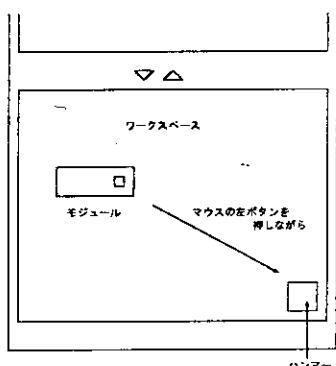

図 1.16 モジュールの消去
- 2) マウスの左ボタンをクリックしたままワークスペースの右下にあるハンマー（図 1.16）までカーソルを移動します。